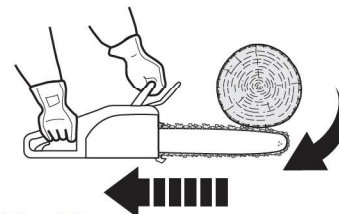

Fig. 36
- > O entalamento da corrente (3) ao longo da parte superior da lâmina-guia (4) pode aproximar rapidamente a lâmina-guia do operador (Fig. 36).